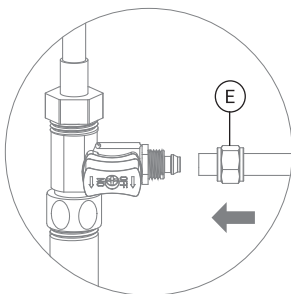
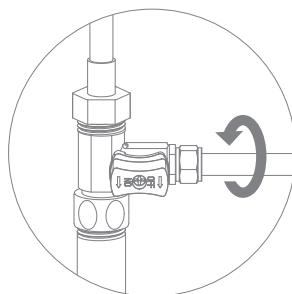

Рис. 6
Рис. 7
2. В гайку (Е) проденьте зеленую трубку (рис. 6). Конец трубки наденьте на штуцер адаптера-вентиль до упора и плотно накрутите гайку (рис. 7).